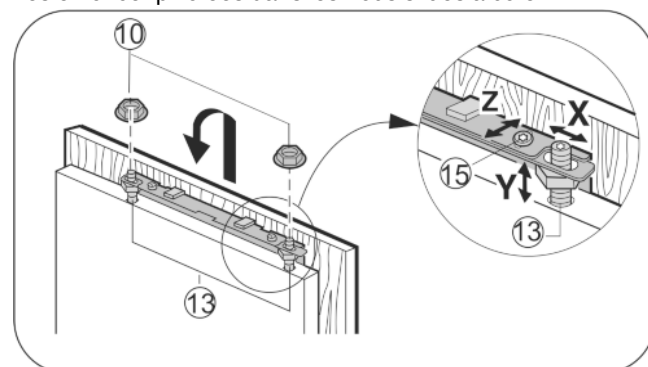

Fig. 27
- Ajuster la porte du placard à hauteur de Y et en l'inclinant sur le côté : régler les boulons d'ajustement Fig. 27 (13) à l'aide d'un tournevis.
- Serrer les contre-écrous Fig. 27 (10).